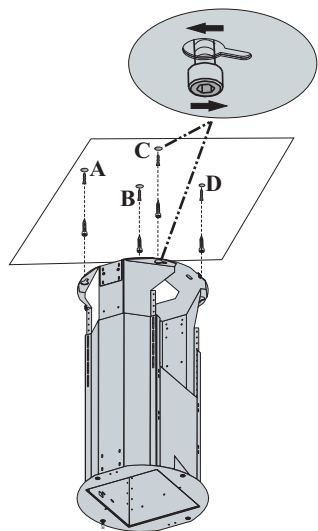

Figura 6
- 9) Após passar as roscas de parafusos que estão no bloco de motor para montar os parafusos mais apertados, fixe o bloco de motor ao apertar ainda mais. Figura 6